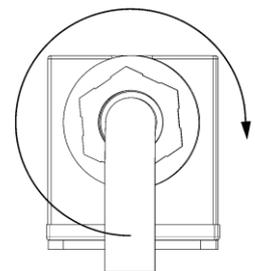

Abbildung 6
- Drücken Sie das Innenteil bis zum Einrasten in die Anschlussdose Pos. 2. Nach dem Einführen der Befestigungsschraube ziehen Sie die Kabelverschraubung an (Abb. 6).